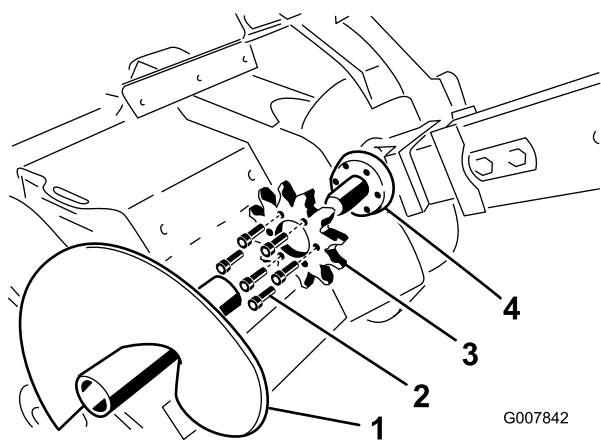

Figura 62
3. Togliete le lame della coclea (Figura 62).
12. Stringete a mano i sei bulloni nella ruota (Figura 62).
8. Rimuovete i sei bulloni che fissano la ruota conduttrice (Figura 62).
9. Togliete la ruota conduttrice e gettatela (Figura 62).
10. Pulite la superficie della ruota conduttrice sullo scavafosso (Figura 62).
11. Inserite la nuova ruota sull'albero (Figura 62).